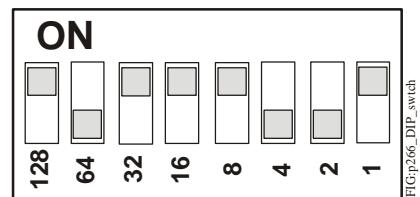

Figura 8: Un bloque de interruptores DIP con los interruptores colocados para un valor de configuración de 185
2. Coloque los interruptores numerados en la posición de encendido (ON) para que el total de los números de interruptor (en la posición ON) coincida con el valor de configuración deseado. Empiece con el interruptor del número más alto que sea menor que el valor de configuración. (Por ejemplo, si el valor de configuración deseado es 185, coloque primero el interruptor 128 en ON. A continuación, coloque el interruptor 32 en ON, seguido del interruptor 16, del interruptor 8 y del interruptor 1 [128+32+16+8+1=185] [Figura 8]).